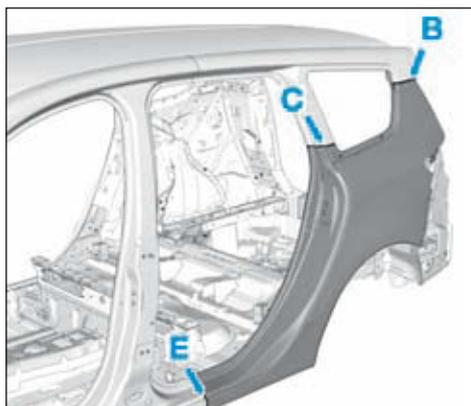

FIG.123
- Respecter les lignes de coupe (B), (C) et (E) (Fig.123).